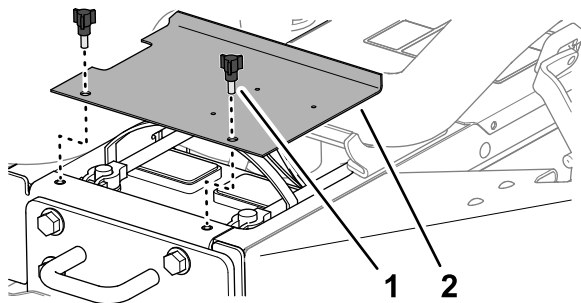

Figura 57
1. Abra los cierres de los lados izquierdo y derecho del capó (Figura 57).